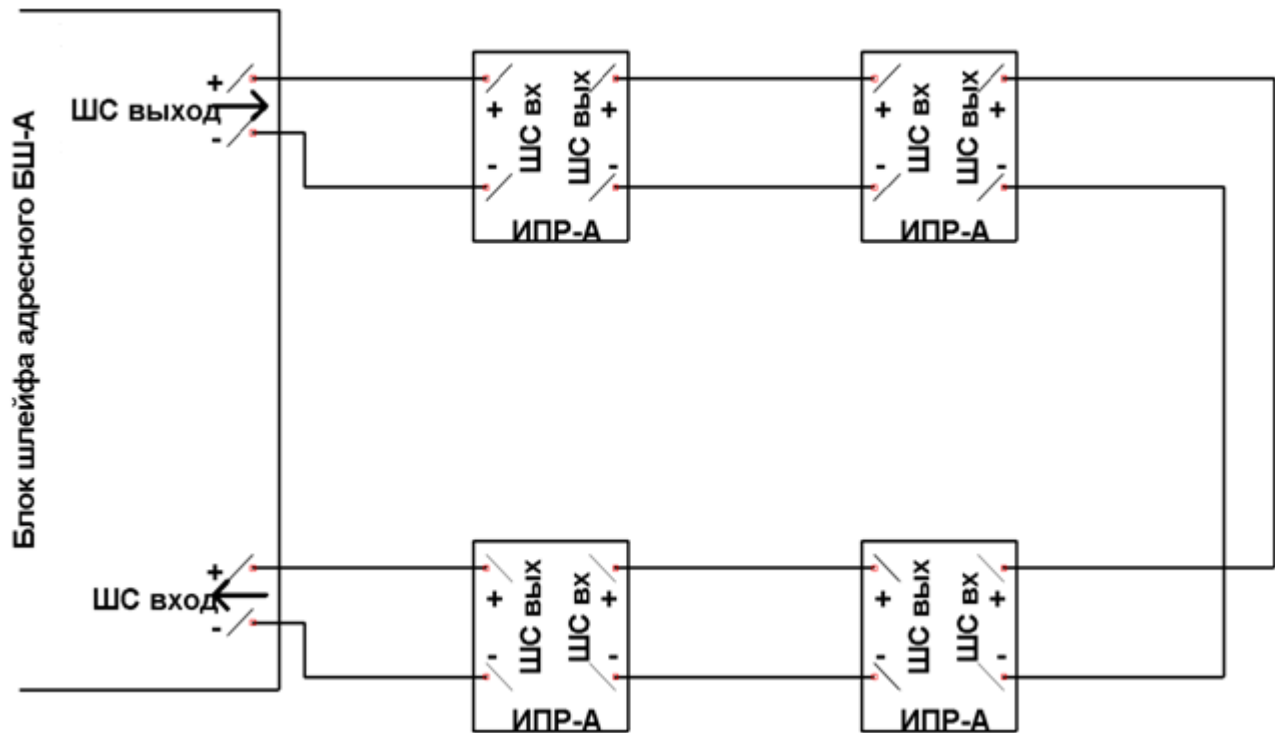

Рис. 3. Схема включения извещателей
1.4.3 Схема включения извещателей в кольцевой адресный шлейф пожарной сигнализации прибора «Варта Адрес» приведена на рис. 3.
–подключить шлейф сигнализации к соответствующим контактам розетки, соблюдая полярность и направление ШС согласно рис. 3.